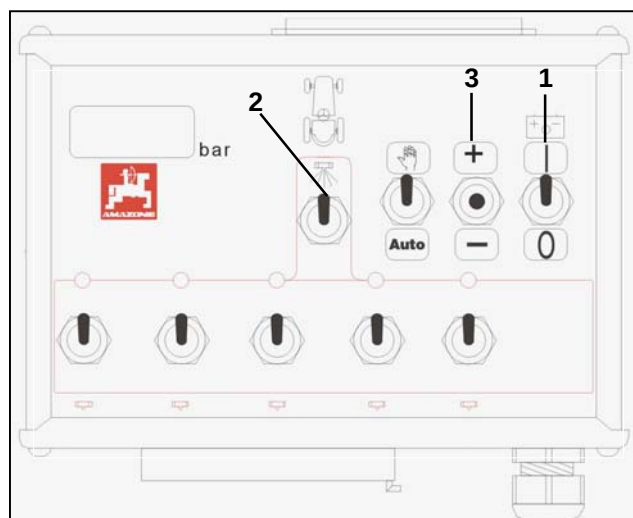

Fig. 7.17
- Tænd-/sluk kontakten (fig. 7.17/1) sættes i position "I" (tændt).
- Kontakten (fig. 7.17/2) til den centrale til- og frakobling af sprøjtebommen sættes i position "0" (frakoblet).
- Det ønskede sprøjtetryk indstilles på trykmåleren, ved hjælp af $\pm$ tasterne (fig. 7.17/4).